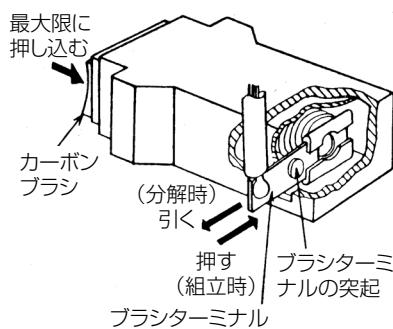
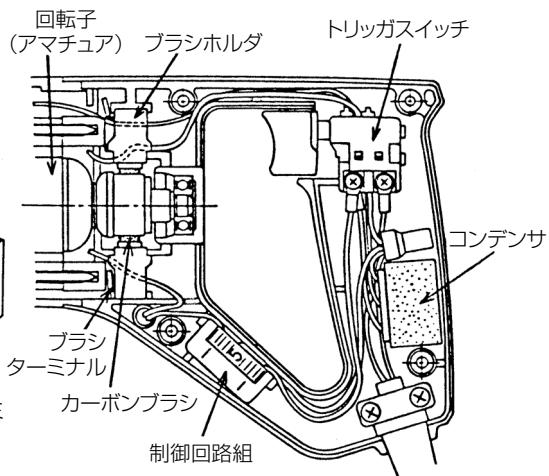

図 8
図 9
- (2) カーボンブラシを押さえながらブラシホルダをハウジングから抜き出します。このとき小さいマイナスドライバーなどでブラシホルダを持ち上げると抜き出しやすくなります。また、リード線を無理に引っ張ったり、傷をつけたりしないよう十分注意してください。
- (3) カーボンブラシをブラシホルダ内に最大限に押し込んだ状態でブラシターミナルをカーボンブラシから抜きます。(図8)
- (4) カーボンブラシをブラシホルダから取出します。
- (1) カーボンブラシをブラシホルダの中に入れ、最大限に押し込んだ状態で図8のようにブラシターミナルを挿入します
- (2) カーボンブラシを押さえながらブラシホルダをハウジングに挿入します。
- (3) 内部配線類が図9のように正規の位置にあること、また内部配線類が回転子（アマチュア）に接触しないことを十分確認してください。
- (4) 内部配線類がハウジングとの間にかみ込まれないよう十分注意してハンドルカバーをかぶせ、小ねじを締付けてください。